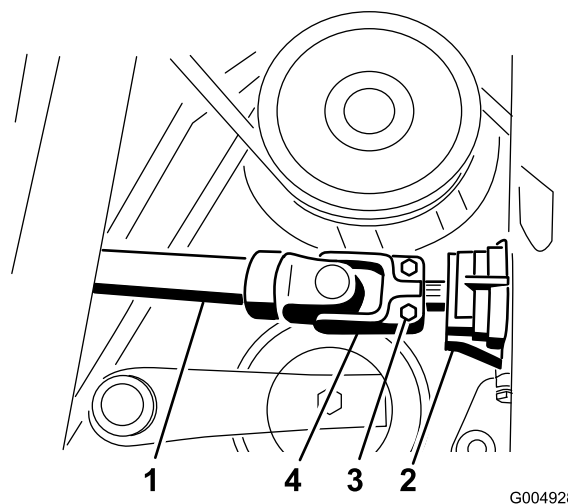

Figura 36
6. Afloje los pernos y las tuercas del árbol de transmisión de la TDF. Retire el pasador cilíndrico, y desconecte el árbol de transmisión del eje de la caja de engranajes (Figura 36).